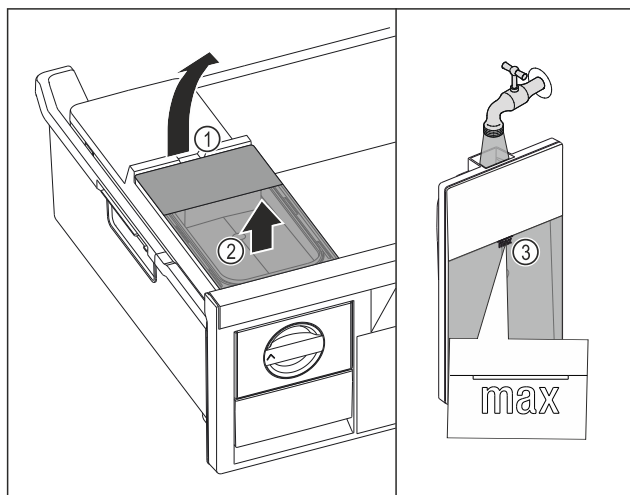

Fig. 129
- Wassertank an der Aussparung Fig. 129 (1) anheben.
- Wassertank nach oben entnehmen. Fig. 129 (2)
- Wassertank bis zur Markierung Fig. 129 (3) mit Trinkwasser befüllen.